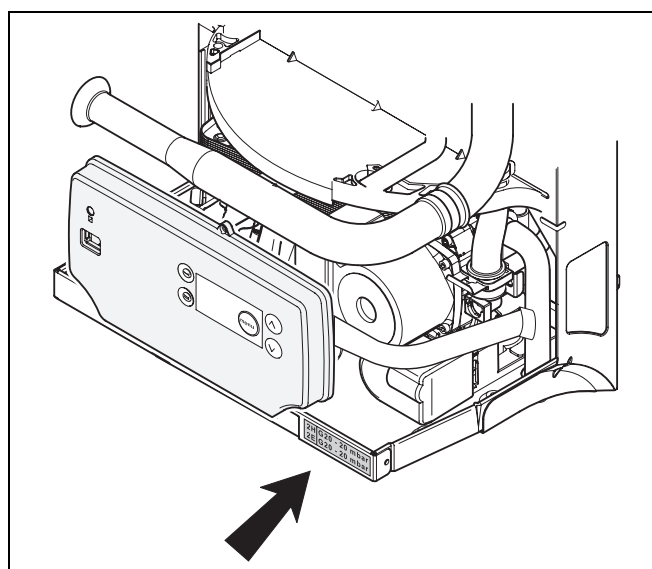

Рис. 41 Наклейка
- Установить две поставляемые наклейки на нагревательном приборе (рис. 41).